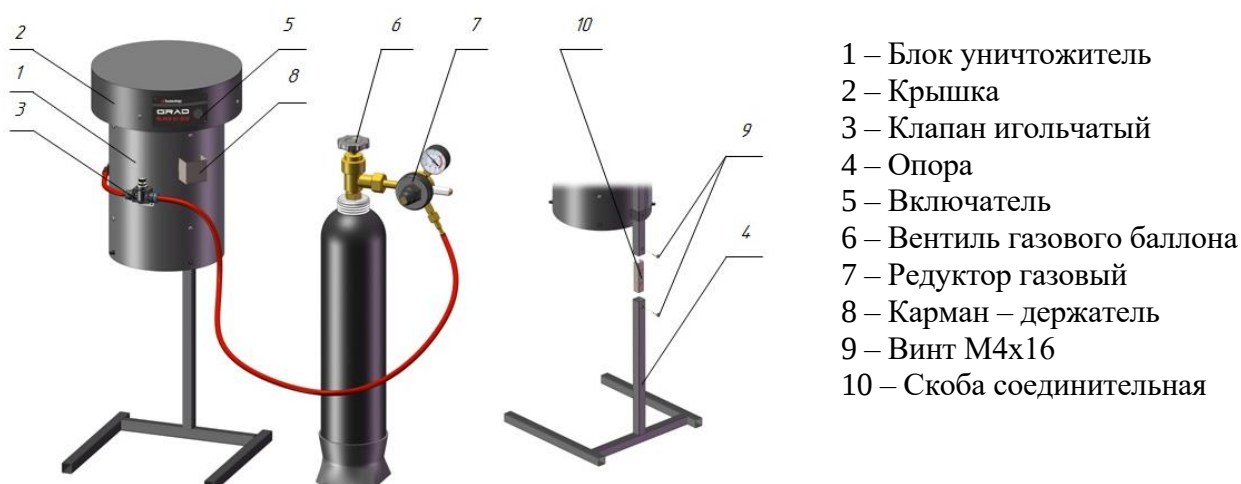

Рисунок 1 – Внешний вид изделия, схема сборки опоры (чехол-сетка условно не показан)
- после подключения изделия к сети питания и нажатия включателя питания (поз. 5 на рис. 1) включаются галогенные лампы и доводят температуру изделия до 36–38 °С;
1. Соедините две части опоры (см. Рис.1) с помощью скобы (поз. 10), закрепите их винтами М4х16 мм (поз. 9). Установите блок-уничтожитель на опору.
7. Переведите включатель в положение «ВКЛ» (рис. 1 поз. 4). Изделие работает.